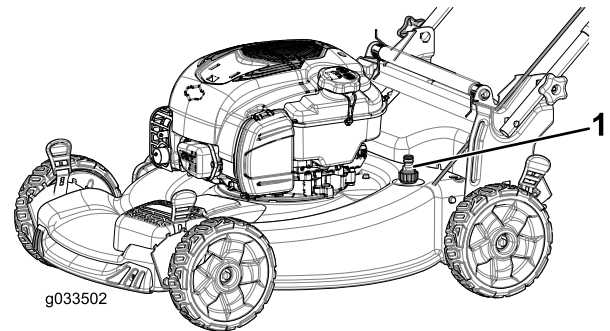

Рисунок 26
5. Присоедините садовый шланг, подключенный к источнику воды, к отверстию для промывки в корпусе (Рисунок 26).